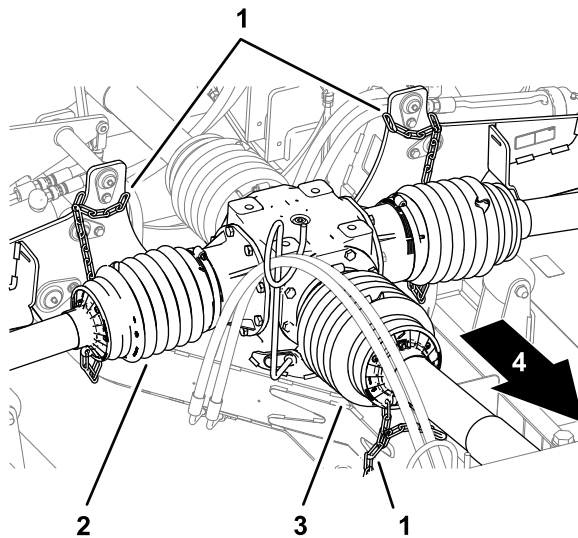
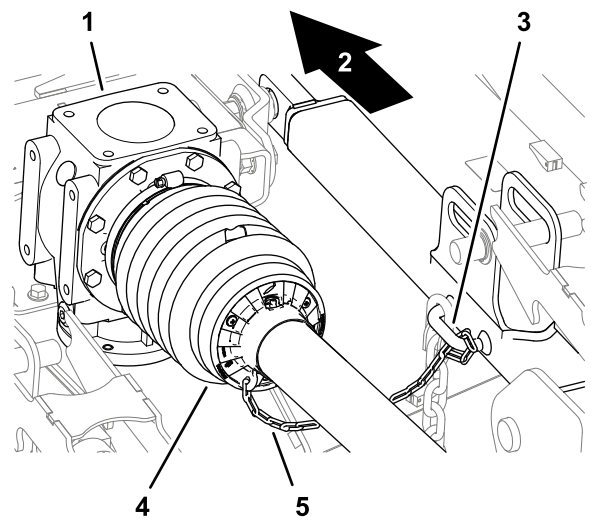

図 18
図 21
6. 拘束チェーンが、後 PTO シャフトガード、駆動シャフトガード、モアのフレームに接続されていることを確認する 図 18 と 図 21。